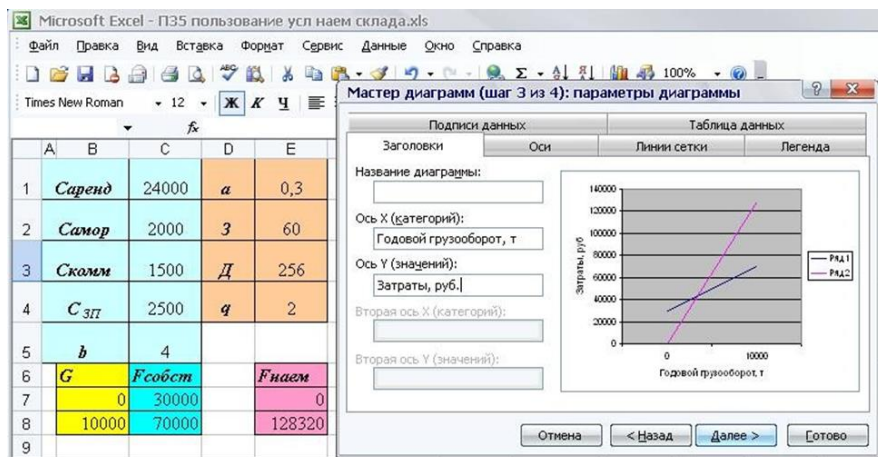
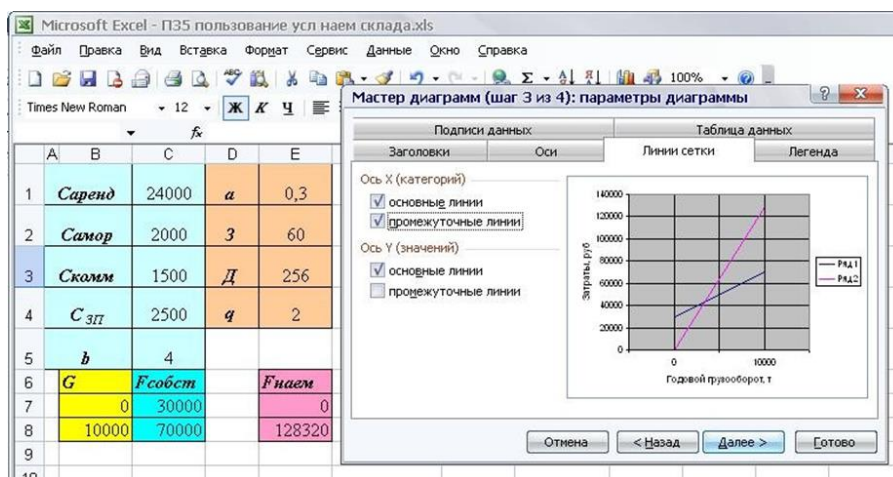

Рис. 5.6. Шаг 3 мастера диаграмм «Заголовки»
Рис. 5.7. Шаг 3 мастера диаграмм «Линии сетки»
2) На третьем шаге вводятся параметры диаграммы: заголовки по оси X и Y (рис.5.6), линии сетки по оси X основные и дополнительные, по оси Y основные (рис.5.7).